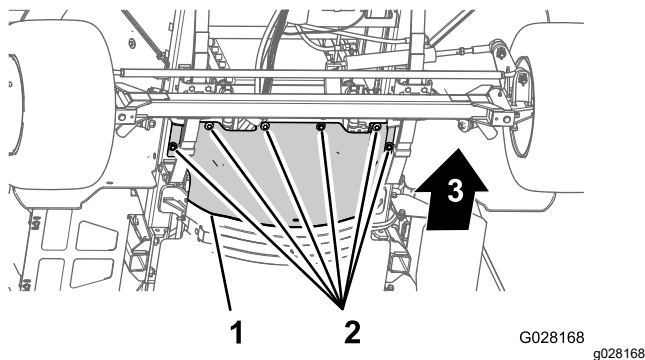

Figure 60
3. Retirez les 6 boulons à tête hexagonale et les 6 rondelles qui fixent l'écran pare-chaleur avant au châssis et déposez l'écran (Figure 60).